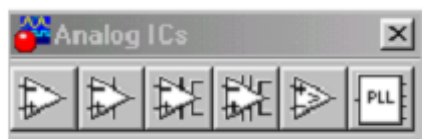

Рисунок 7.8 - Раздел линейных и нелинейных операционных усилителей.
6. **Analog ICs** раздел, содержащий линейные и нелинейные операционные усилители, компаратор и микросхему для систем автоподстройки частоты, рисунок 7.8. Следующие четыре пиктограммы открывают окна с наиболее распространенными микросхемами, логическими элементами и цифровыми устройствами и здесь не рассматриваются.